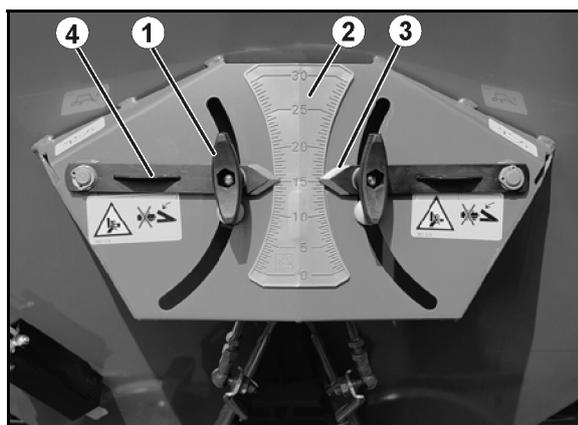

Fig. 62
2. Desserrez l'écrou à ailettes (Fig. 62/1).
3. Recherchez sur l'échelle graduée (Fig. 62/2) la valeur indiquée par le tableau d'épandage ou déterminée à l'aide du dispositif de contrôle de débit concernant la position des clapets.
4. Positionnez les arêtes de lecture (Fig. 62/3) des deux leviers de réglage (Fig. 62/4) sur cette valeur de l'échelle graduée.
5. Resserrez à fond les écrous à ailettes (Fig. 62/1).